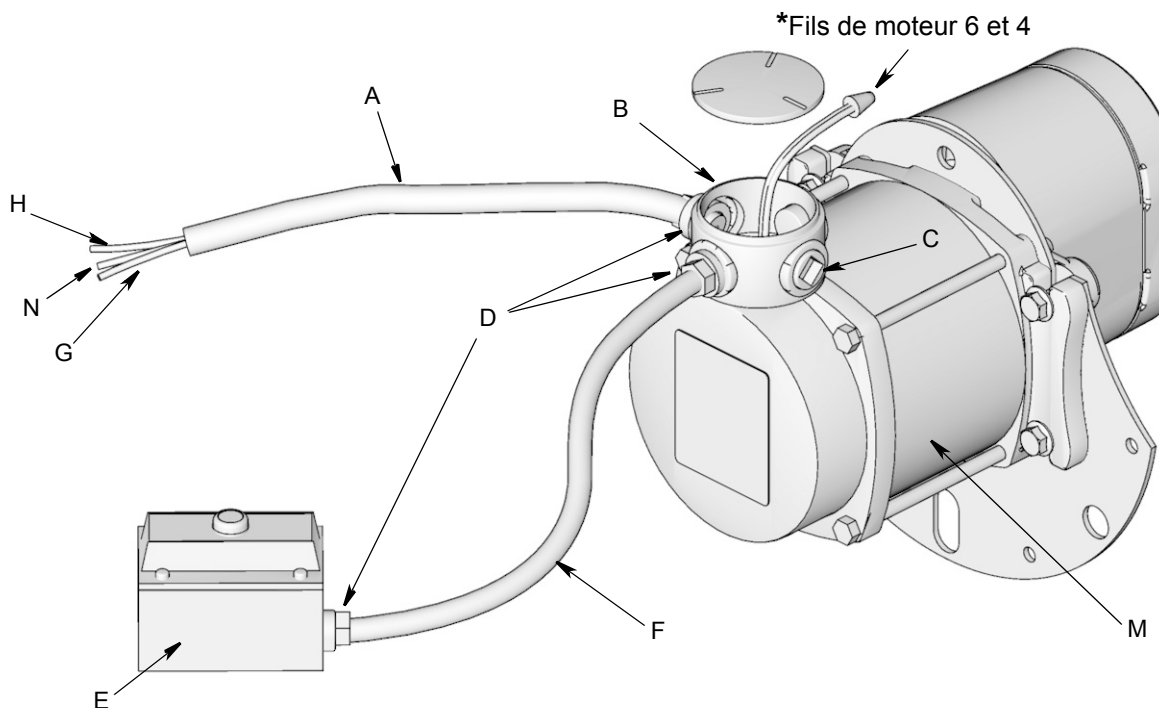
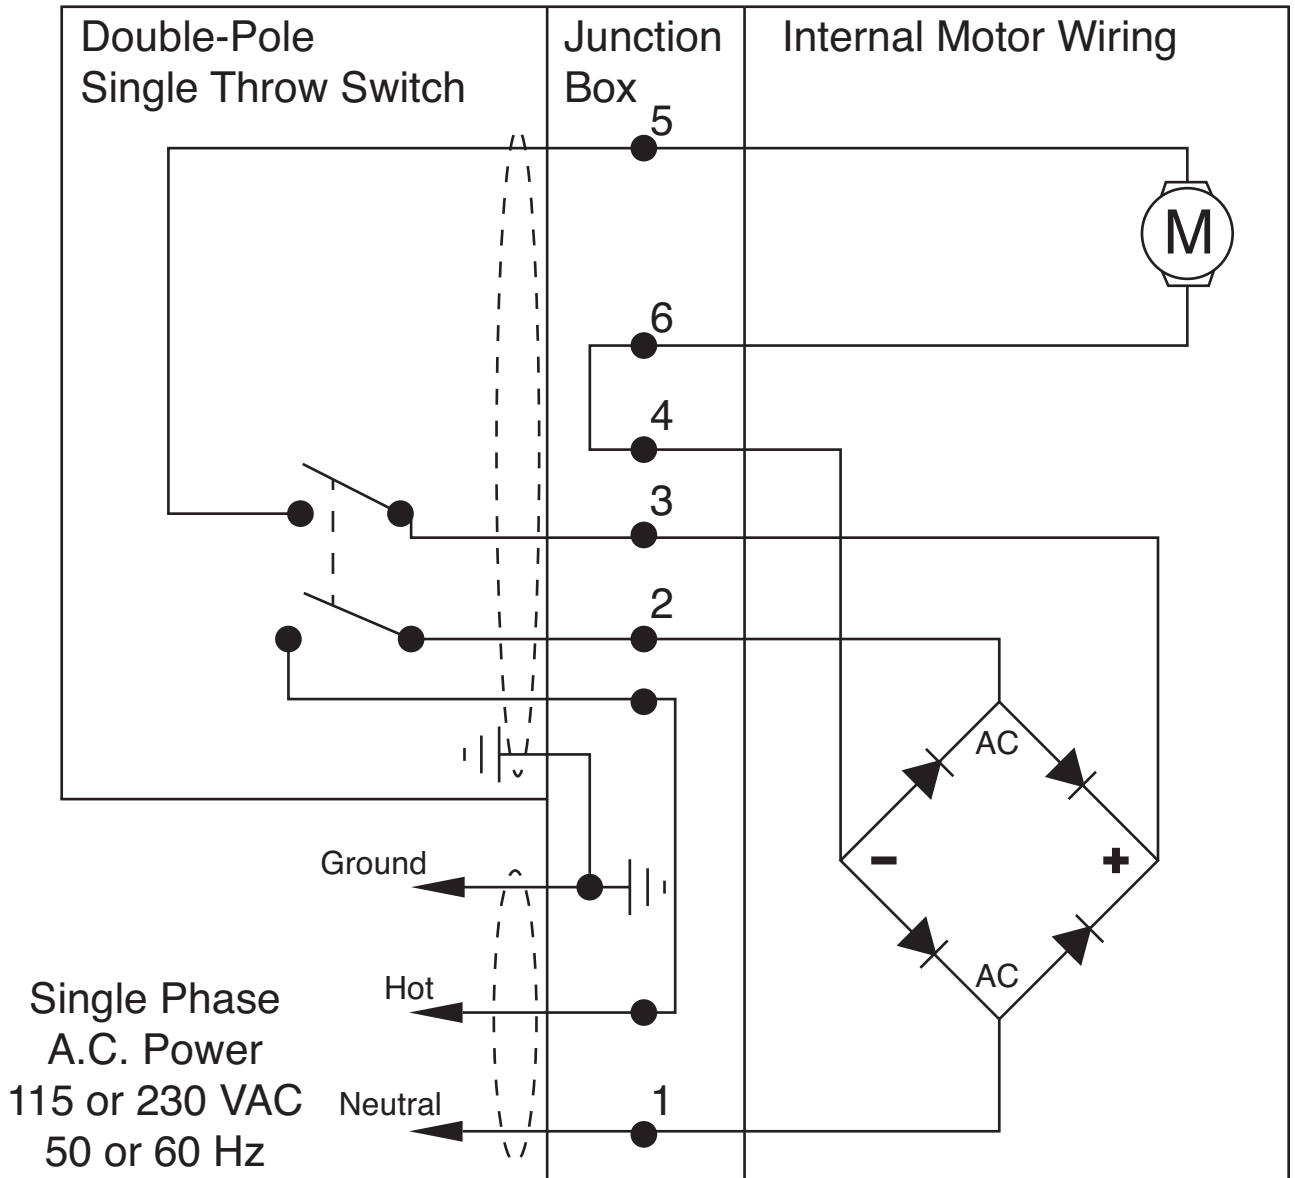

FIG. 10
FIG. 11
Respectez le plan de câblage indiqué à la FIG. 10 et le Schéma du câblage indiqué à la FIG. 11.
- Moteurs électriques - modèles CA - inversez les fils 5 et 6 (FIG. 11, page 23).